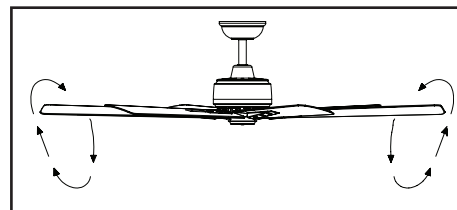

Figura 21
**Clima cálido - (Hacia adelante)** Un flujo de aire hacia abajo crea un efecto refrescante, como se muestra en la Figura 21. Esto permite fijar tu aire acondicionado en una configuración más alta sin afectar tu comodidad.